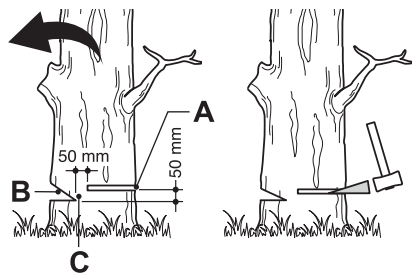

Fig.30
Faites une entaille (Fig. 30, B) de 1/3 du diamètre de l'arbre, perpendiculaire au sens de la chute (Fig. 30). Faites d'abord la coupe des entailles horizontales inférieures. Ainsi, la chaîne et le guide-chaîne ne risqueront pas d'être coincés dans le bois lorsque vous ferez la deuxième entaille.
1. Le trait d'abattage (Fig. 30, A) doit être situé au moins 5 cm au-dessus de la ligne horizontale de l'entaille d'abattage (Fig. 30), et il doit être strictement parallèle à celle-ci. Laissez entre l'entaille et le trait d'abattage une épaisseur de bois assez conséquente pour pouvoir constituer une charnière. La charnière (Fig. 30, C) a pour but d'éviter que l'arbre ne pivote et tombe dans la mauvaise direction. Ne la coupez pas.